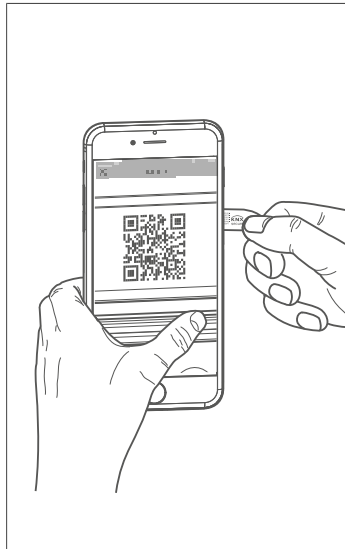
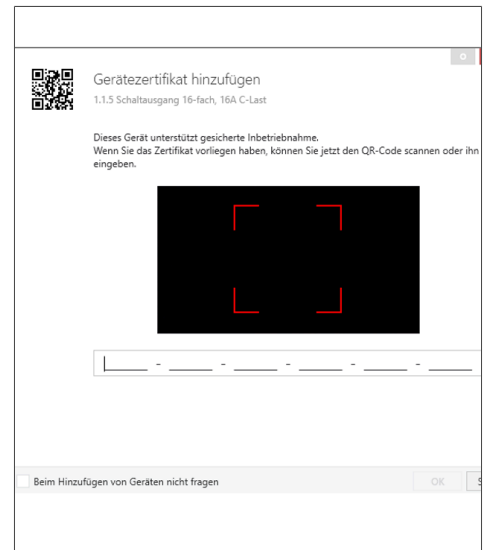

Fig. 15: Skanna QR-koden
Fig. 16: Mata in QR-koden manuellt
- 2 Ange enhetscertifikatet (QR-kod) (Fig. 16), skanna det (Fig. 15) eller lägg till det i projektet i ETS.